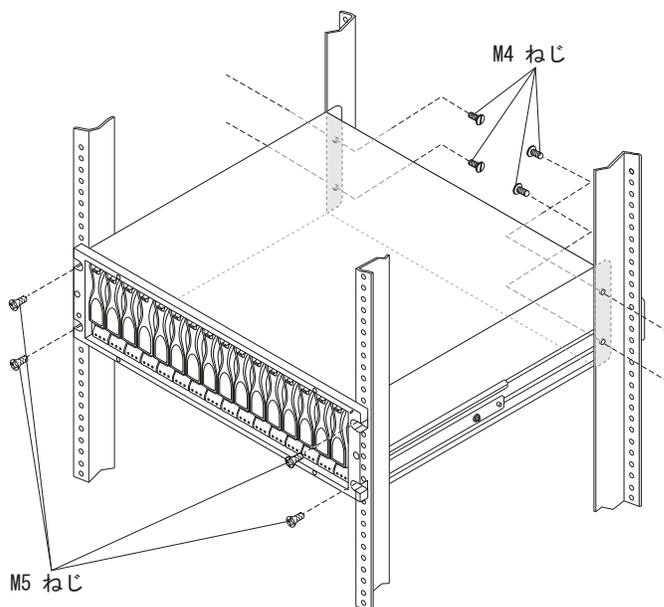

図 20. ラック・キャビネットへの DS5020 の固定
4. ストレージ・サブシステムを固定します。50 ページの図 20 に、ストレージ・サブシステムをラックに固定する方法が示されています。
- c. 50 ページの図 20 に示すように、M5 ねじ 4 個を使用して DS5020 の前部を固定します。